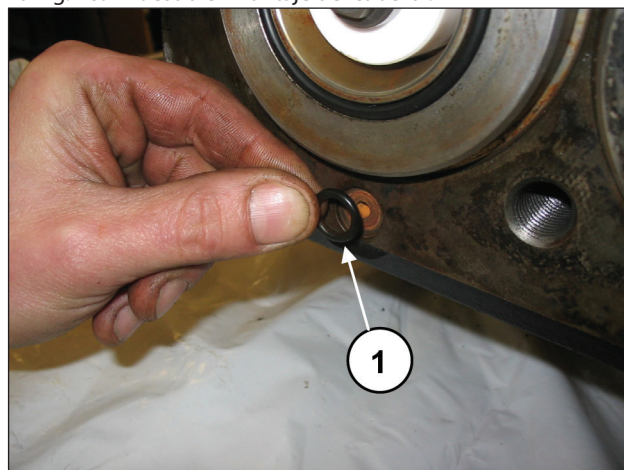

Fig. 188
Montar la junta tórica del orificio de recirculación (pos. ①, Fig. 188).